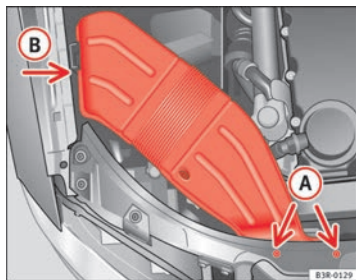

Abb. 202 Luftführungshutze an rechter Fahrzeugseite
- Drehen Sie die Schrauben **A** ⇒ Abb. 202 heraus.